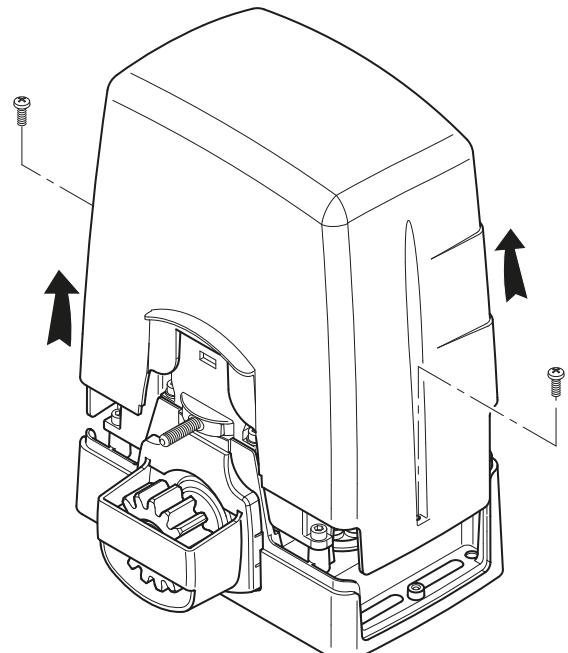

Fig. 1
- Dévisser les vis du couvercle et le retirer en tirant vers le haut, comme indiqué dans la fig. 1. Vérifier que les six pieds de réglage ne dépassent pas de la base du motoréducteur.
- Insérer les joints O-Ring (B) sur les vis M8x40 (A). Insérer les vis dans les angles du motoréducteur (C) et les bloquer avec les écrous M8 (D).
- Desenrosque los tornillos de la tapa y quitela extrayéndola hacia arriba, como se indica en la fig. 1. Compruebe que las seis patas de ajuste no sobresalgan de la base del motorreductor.
- Colocar la juntas tóricas (B) en los tornillos M8x40 (A). Insertar los tornillos en las esquinas del motor (C) y asegurarlos con tuercas M8 (D).